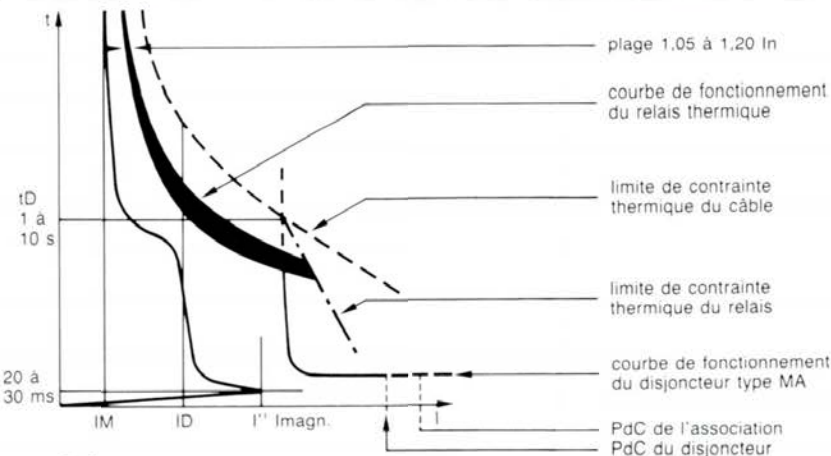

Fig. 3
- une complète compatibilité entre le thermique et le magnétique du disjoncteur (voir Fig. 3).